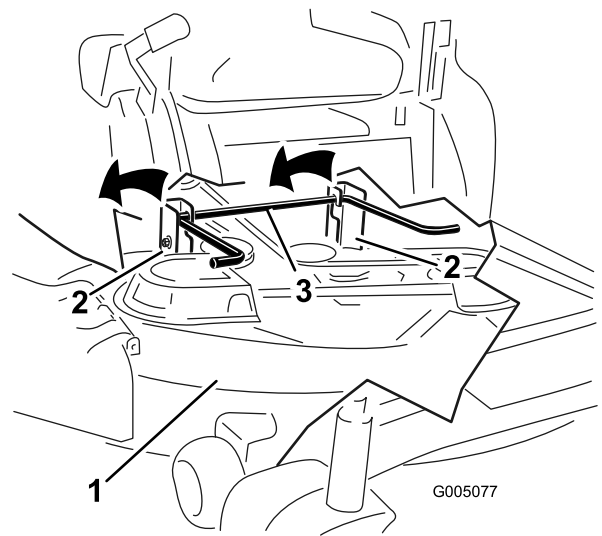

Figura 124
6. Eleve la carcasa de corte y separe ésta y las pletinas de suspensión de la varilla de elevación trasera; luego baje el cortacésped con cuidado al suelo (Figura 124).